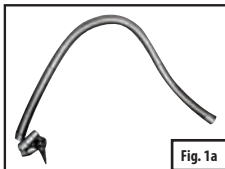

Fig. 1a - Manguera de baja presión con adaptadores
- La bomba incluye 2 mangueras con distintos adaptadores de válvula. Familiarícese con estos adaptadores de válvula antes de utilizar la bomba (consulte la Fig. 1a, 1b y 2a, 2b abajo).
2. Elija el adaptador/manguera apropiado para la válvula de inflado de su producto (consulte las Figs. 1a, 1b, 2a y 2b).